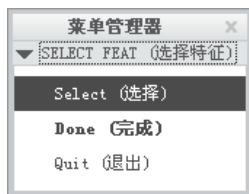

图 7.1.6 “选择特征”菜单
Step6. 单击定义族表对话框中的“添加/删除表列”按钮，系统弹出“族项, 类属模型: BOLT_1”对话框。在 **添加项** 区域中选中 **特征** 单选项，在弹出的图 7.1.6 所示的 **SELECT FEAT (选择特征)** 菜单中选择 **Select (选择)** 命令，在模型树中选取“修饰”特征 **修饰 标识129**（或者在图形区中直接选取）。